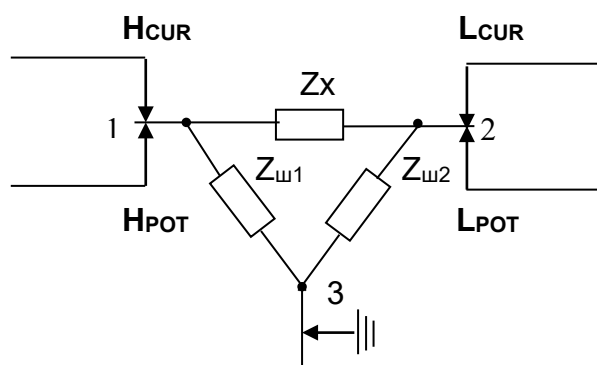

Рисунок 9.4 – Схема подключения трехзажимного объекта
9.5.1 Трехзажимный объект может быть представлен треугольником комплексных сопротивлений (рисунок 9.4).